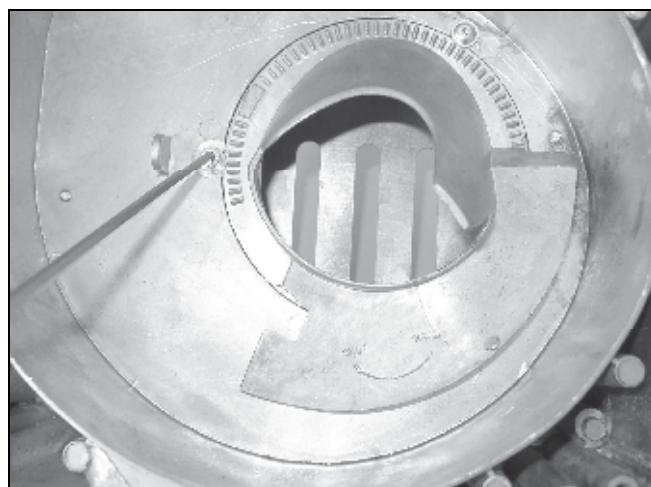

Рис. 7: Настройка воздухозаборника
Если после настройки воздушной заслонки не достигнут желаемый результат, воздухозаборник (Рис. 7) может быть переустановлен следующим образом.
- c) Перенастройка воздухозаборника. Если после перенастройки воздушной заслонки не достигнуты вышеуказанные показатели, можно переустановить воздухозаборник (Рис. 7).